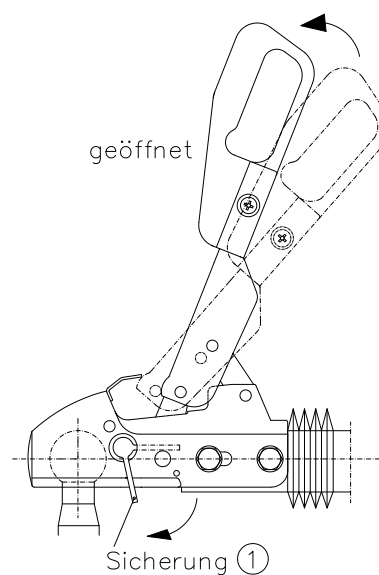
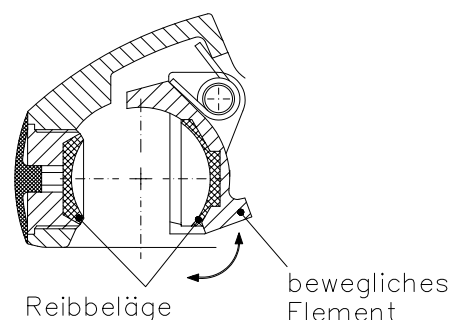

Bild 4: Ankuppel-Stellung
Bild 8: Anordnung der Reibbeläge
Die geöffnete Zugkugelkupplung wird auf die Kuppelkugel des Zugfahrzeuges gesetzt. (Bild 4)
Sicherung (1) kurz bis zum Anschlag nach unten drücken und so halten, bis der Bedienungshebel nach oben in die geöffnete Stellung gebracht ist. (Bild 4) Nach Lösen von Beleuchtungsstecker und Abreißseil kann der Anhänger z.B. mit Hilfe eines Deichsellaufrades vom Zugfahrzeug abgekuppelt werden.
Geöffneten Bedienungshebel (Bild 4) anheben, gleichzeitig Kugelpfanne (bewegliches Element mit Reibbelag - Bild 8) nach vorne ziehen und Bedienungshebel langsam schließen.
Das Innere der Zugkugelnkupplung im Bereich der Reibbeläge ist sauber und fettfrei zu halten. (Bild 8) Bei verschmutzten Reibbelägen kann die Oberfläche mit Schleifpapier, Körnung 200-240, gereinigt werden. Anschließend Oberfläche mit Waschbenzin oder Spiritus säubern. Alle beweglichen Lagerstellen und Bolzen sind leicht zu ölen. Durch regelmäßige Wartung und Pflege erhöhen Sie die Lebensdauer, Funktion und Sicherheit Ihrer WS 3000.